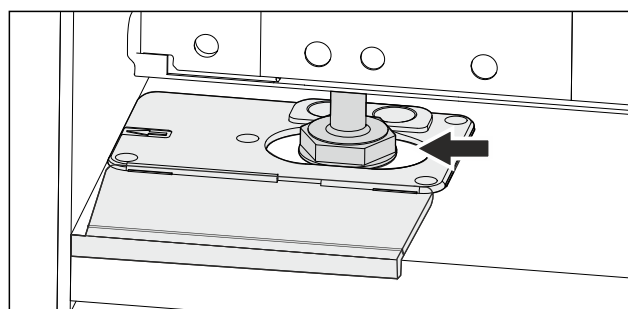

Fig. 49
- ▶ Poravnajte uređaj s pomoću podesivih nožica. Fig. 49 ()